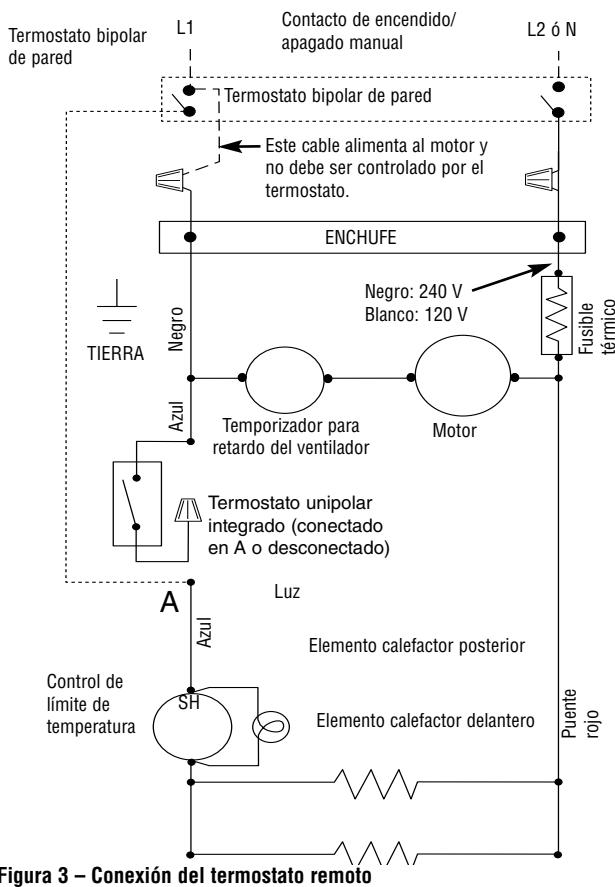

Figura 3 – Conexión del termostato remoto
- b. Desconecte el cable azul del termostato integrado en el punto A indicado en el diagrama de cableado, figura 3, y cubra el extremo del cable con un conector a rosca aislado. Conecte el cable azul al cable del lado de carga del termostato (vea la figura 3). Conecte el resto de los cables de acuerdo a lo indicado en la figura 3.